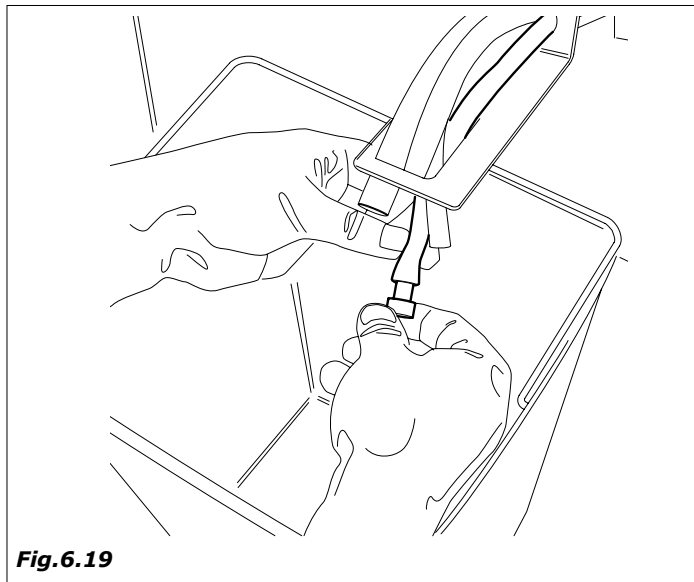

Fig.6.19
- Colocar de nuevo el tapón (Fig.6.19).